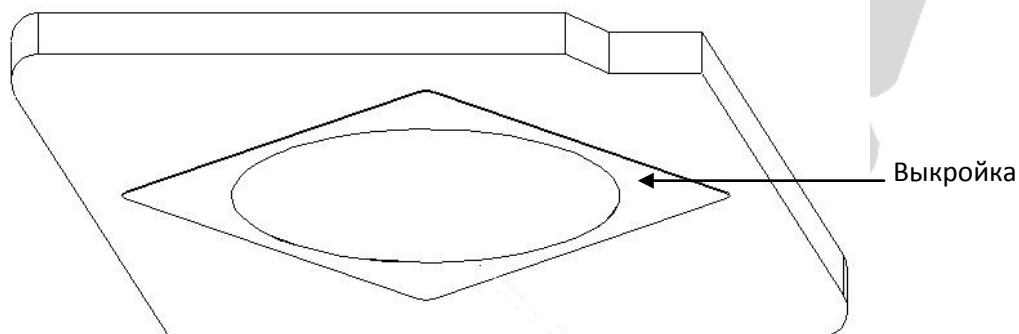

Рисунок 1.5. Использование выкройки.
1. Используя входящую в комплект выкройку вырежьте в потолке отверстие для крепежа камеры, рисунок 1.5.